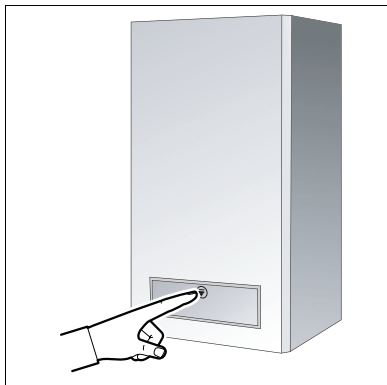

Fig. 1 Öppna luckan
- Öppna luckan på värmepannans framsida genom att trycka på symbolen längst upp på luckan (fig. 1).